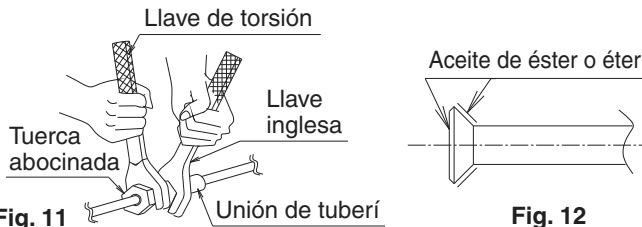

Fig. 11 Fig. 12
- Utilice juntas, una llave de tuercas y una llave dinamométrica, como se muestra en la ilustración, para conectar o desconectar tubos a/de la unidad. (Refiérase a la Fig. 11)